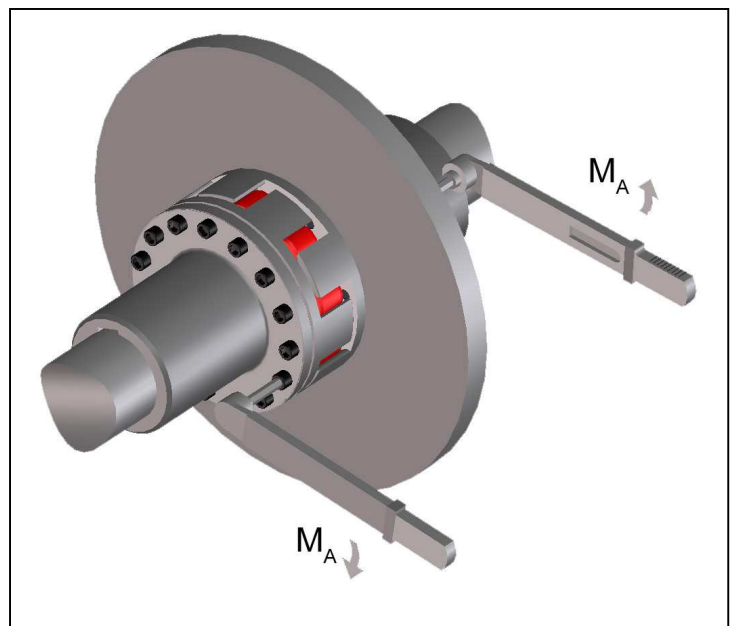

Bild 13
- Ziehen Sie die Schrauben mit dem in Tabelle 2 und 3 vorgeschriebenen Anzugsdrehmomenten M_A fest (Bild 13).